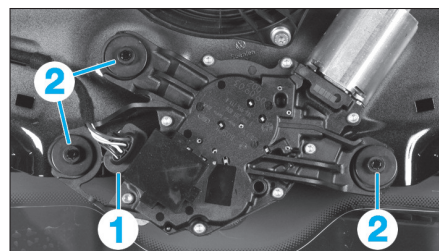

FIG. 99
- Débrancher le connecteur (1) (Fig.99).